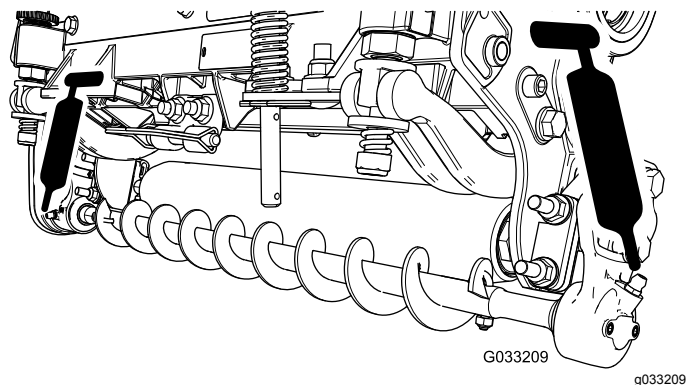

图 16
5. 用 2 号通用型锂基润滑脂润滑每个滚筒刷轴承座上的黄油嘴图 16。